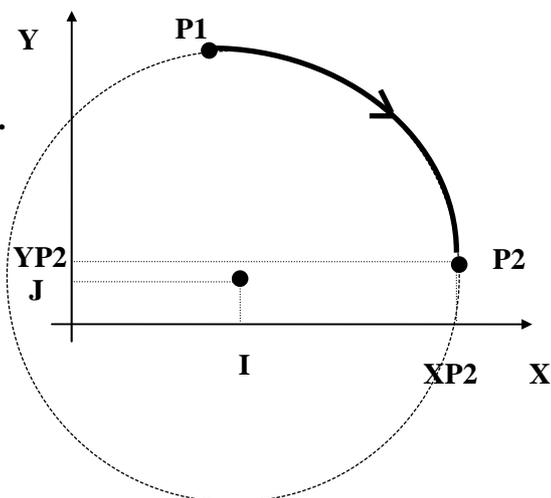

FIG. 7-4
- ◆ Se al posto di **G03** si fosse programmato **G02** si sarebbe ottenuto l'arco complementare a 360° raffigurato in tratteggio in **FIG. 7-4**.